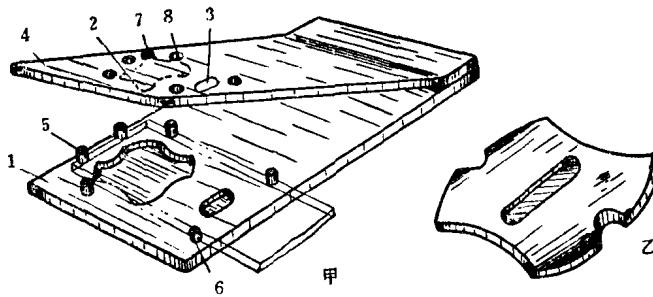

图19 冲孔落料顺序模（甲）及其冲裁件（乙）
**6. 冲孔落料顺序模** 为了提高冲裁的工作效率，可以采用同时冲孔和落料的薄板冲模。这类冲模分两种结构形式：即冲孔落料顺序模和冲孔落料复合模。冲孔落料顺序薄板冲模的结构如图 19，由下列零件组成：有两个孔的凹模 1（大孔是用来从条料上